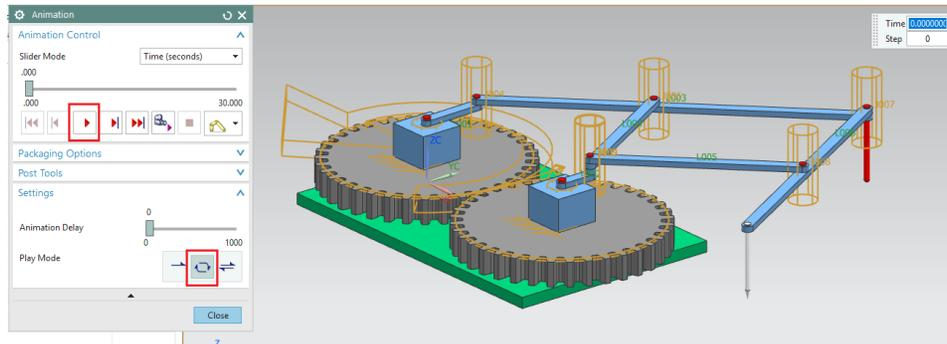

Figura 1.2.25 Pestaña Animation.
- En la pestaña de **Animation**, seleccionar **Loop** en **Play Mode** y luego en **Play** (Figura 1.2.25).